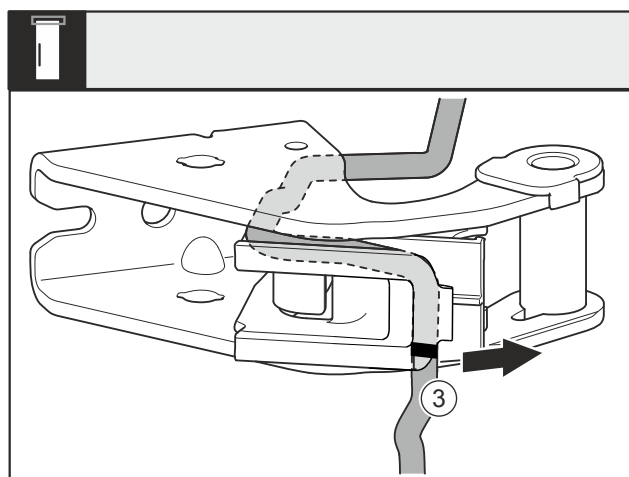

Fig. 31
- Демонтируйте кабель с держателем кабеля Fig. 31 (3) из опорного кронштейна.